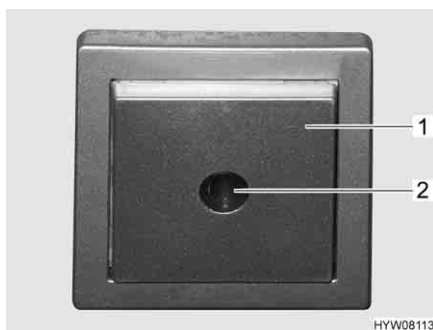

Fig. 119 Interruttore di comando per scaldacqua
Con l'interruttore di comando (Fig. 119,1) si inserisce la modalità di funzionamento elettrico. La spia di controllo (Fig. 119,2) nell'interruttore deve accendersi.
- Inserire l'interruttore di comando (Fig. 119,1). La spia di controllo (Fig. 119,2) nell'interruttore si accende. L'acqua nello scaldacqua viene riscaldata a 65 °C.
- Spegner l'interruttore di comando (Fig. 119,1). La spia di controllo (Fig. 119,2) nell'interruttore si spegne.
- Spegner l'interruttore di comando (Fig. 119,1). La spia di controllo (Fig. 119,2) nell'interruttore non si accende.